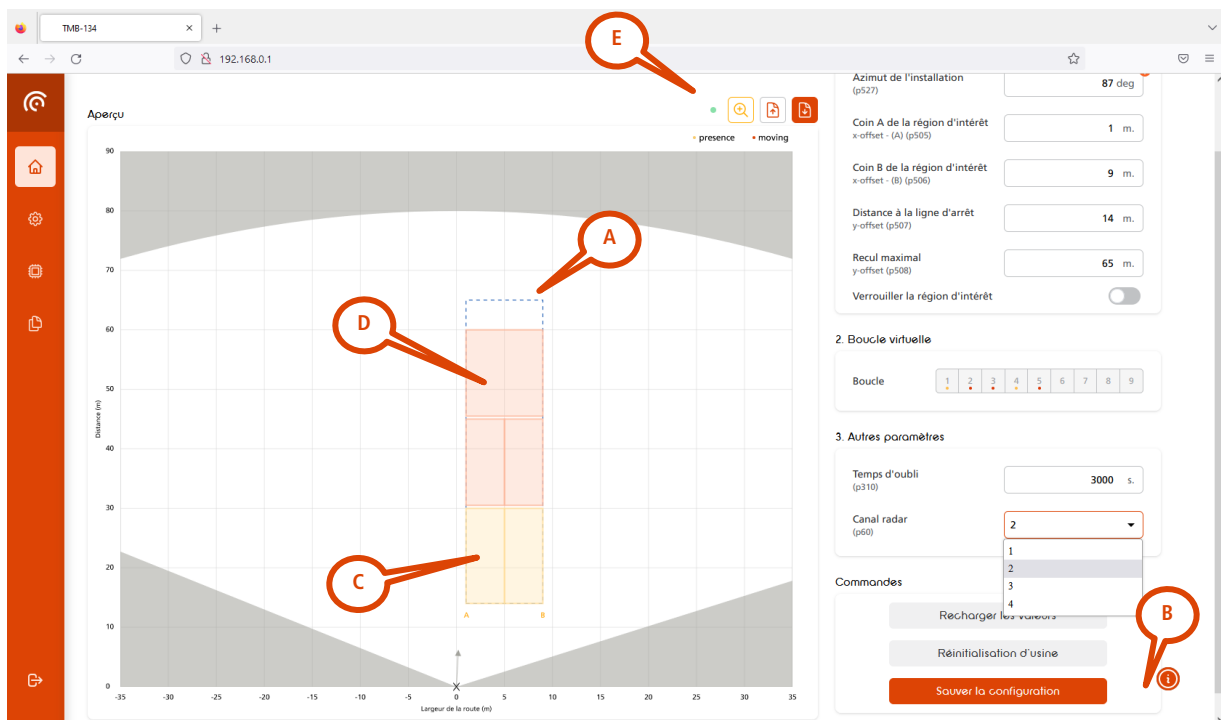

Figure 14 : configuration de la Région d'Intérêt
Le bouton d'accueil  montre la page de configuration de détection, comme montré Figure 14.
- La première étape consiste à définir la "Région d'Intérêt" (ROI) (A) représentée en pointillés bleus sur la Figure 14 et à dimensionner cette zone aussi près que possible des voies à surveiller. L'objectif de cette étape est d'éviter les détections indésirables, dues au trafic à contre-courant, aux reflets, aux piétons sur le trottoir, etc.